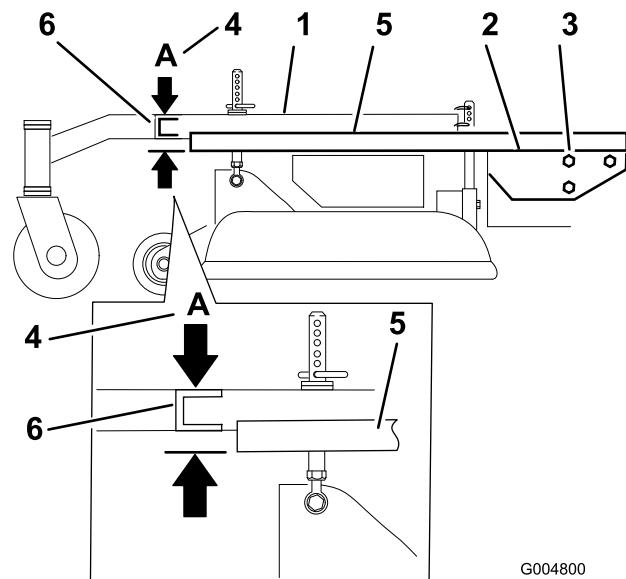

Figure 69
3. Placez une longue planche, ou autre objet similaire parfaitement droit en haut du plancher moteur, comme illustré à la Figure 69.
4. Au niveau du tube transversal du bâti porteur, mesurez la hauteur au point **A** (Figure 69). Elle doit être égale à 33 mm (1-5/16 po) \pm 6 mm (1/4 po).
6. Desserrez les boulons de montage du bâti porteur de chaque côté de la machine (Figure 69).
7. Alignez le bâti porteur et le plancher moteur à la même hauteur qu'au point **A**, c.-à-d. 33 mm (1-5/16 po) \pm 6 mm (1/4 po) (Figure 69).